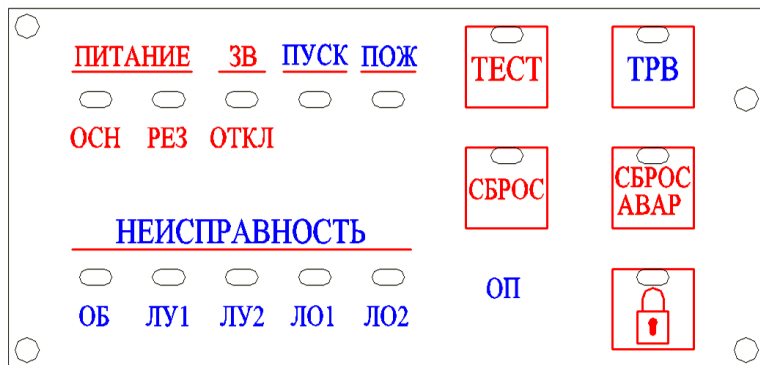

Рисунок 1. Органы управления (кнопки) и индикации на панели прибора
3.1. Органы управления (кнопки) на панели прибора (см. рис. 1):
3.2. Органы индикации на панели прибора (см. рис. 1):